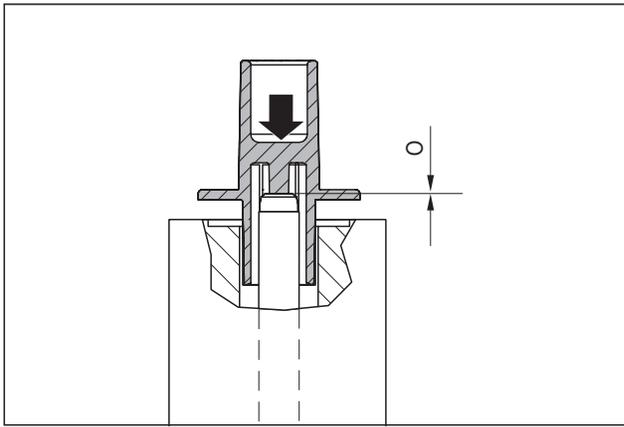

Abb. 54 Einstellwerkzeug vollständig aufsetzen
4. Das Einstellwerkzeug mit der glatten Seite vollständig auf die Treibriegelstange aufsetzen (Abb. 54).